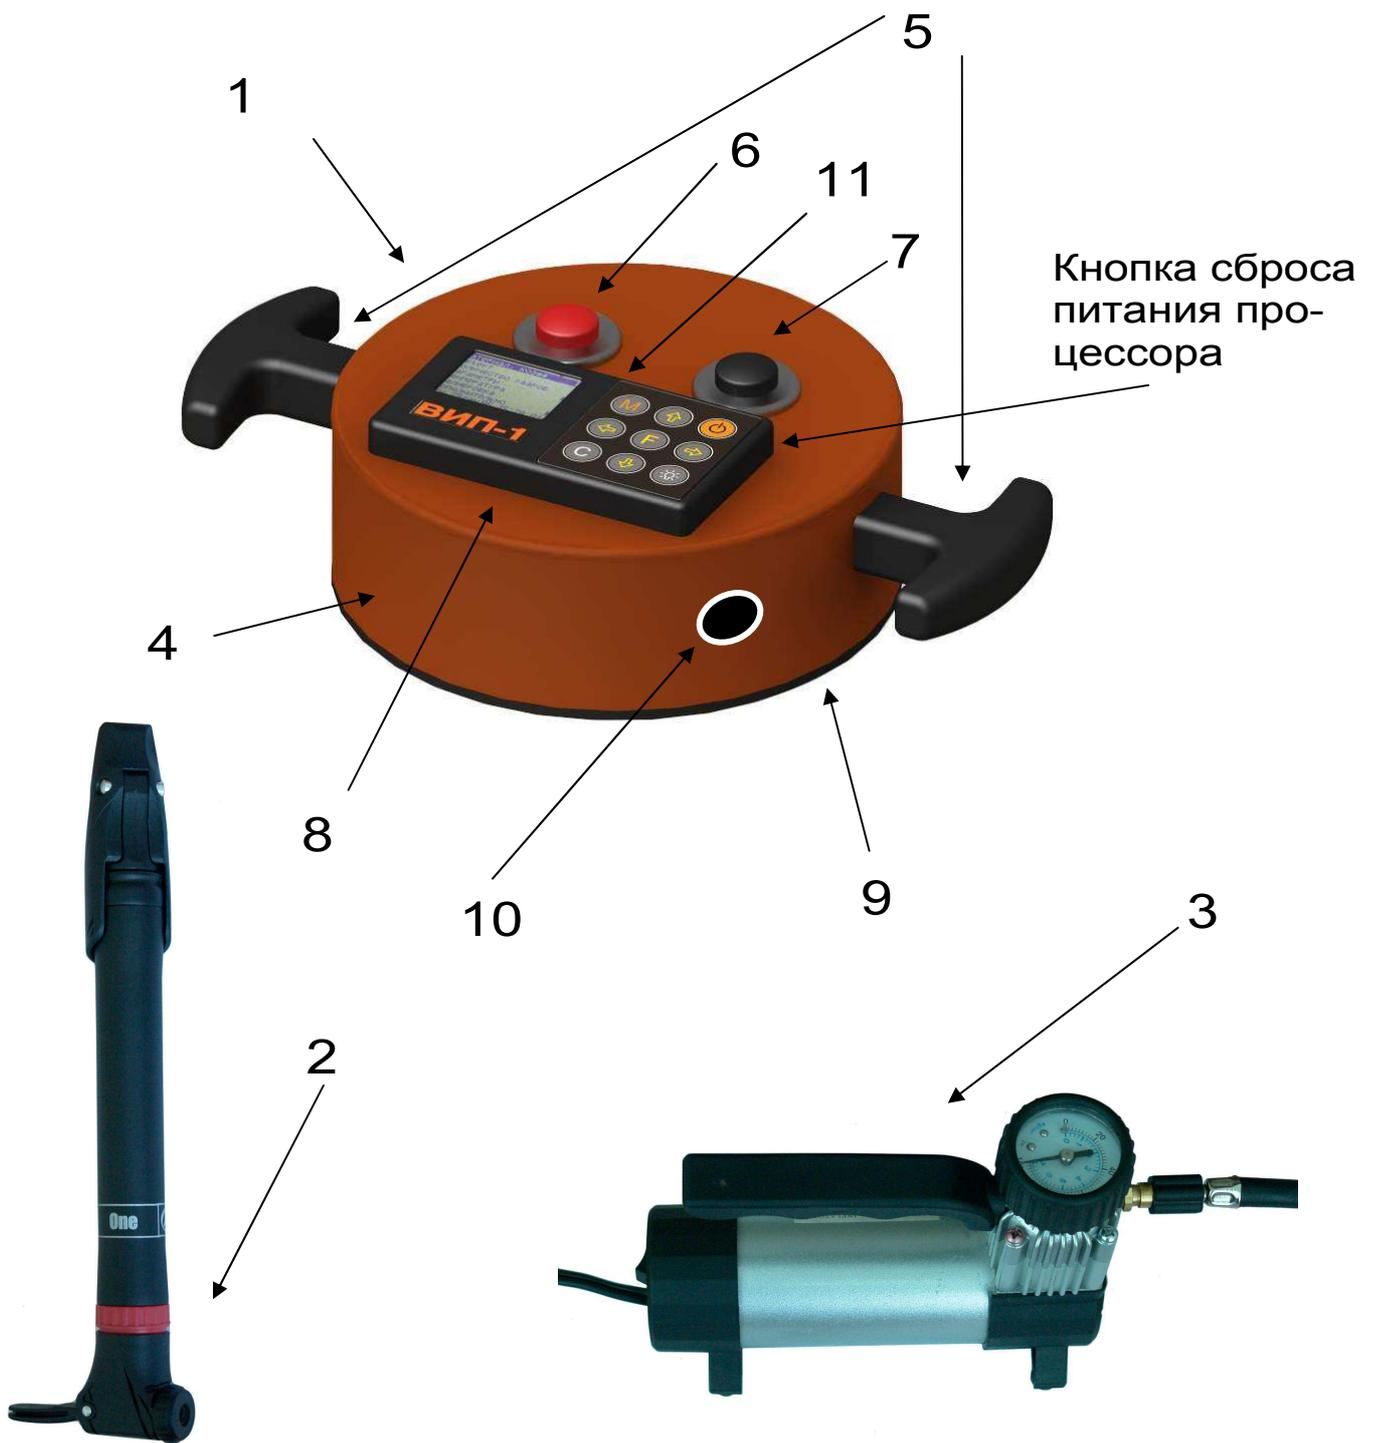

Рис. 1. Внешний вид прибора
В состав прибора входят измерительный блок 1 и ручной вакуумный насос 2 (см. рис.1). Кроме того, за дополнительную оплату в комплект поставки может быть включен электрический вакуумный компрессор 3, работающий как от сети 220 В, так и от автономного источника питания.
3.5.4. Пункт главного меню **АТМОСФЕРНОЕ ДАВЛЕНИЕ** позволяет перед каждым испытанием измерять и сохранять в памяти прибора величину атмосферного давления, необходимого для корректного вычисления параметров проницаемости. При открытом клапане 9 (рис.1), нажав клавишу **M**, электронный блок сохранит текущее значение атмосферного давления, и программа выйдет в главное меню. При нажатии клавиши **F** прибор перейдет в главное меню без сохранения изменений.
После нажатия клавиши **M** начнется регистрация процесса измерения давления, и прибор выдаст сообщение о необходимости «Открыть клапан». Одновременно с этим будет запущен таймер обратного отсчета времени, в течение которого кнопку 7 клапана 9 (рис. 1) надо нажать.